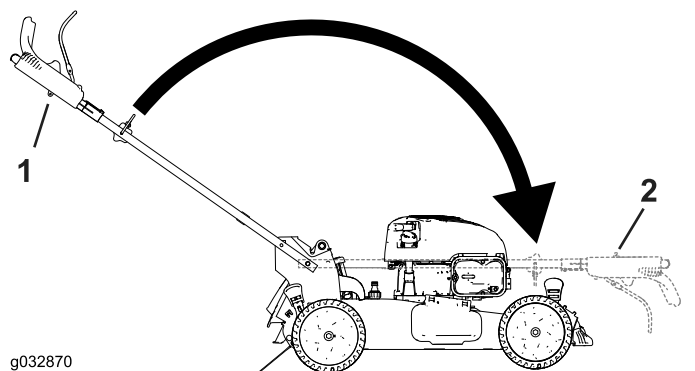

Рисунок 21
2. Сложите рукоятку, повернув ее вперед (Рисунок 21).